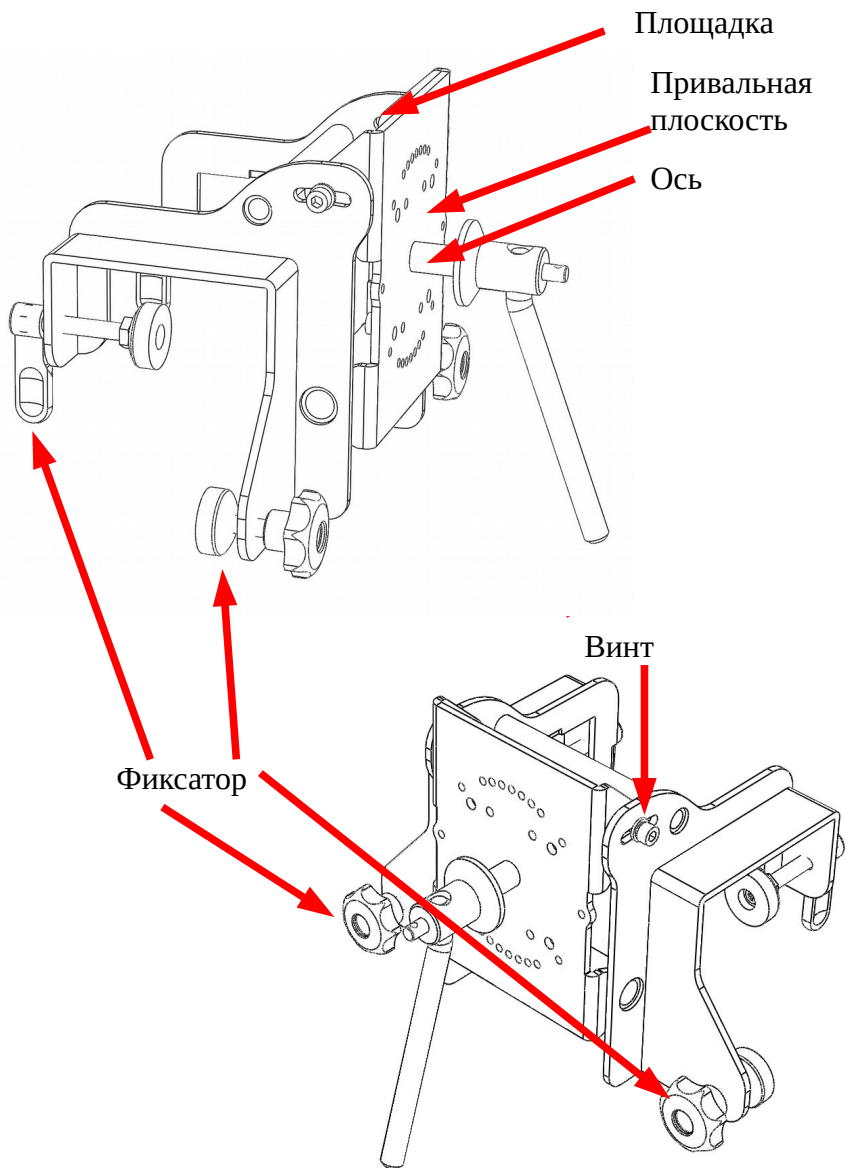
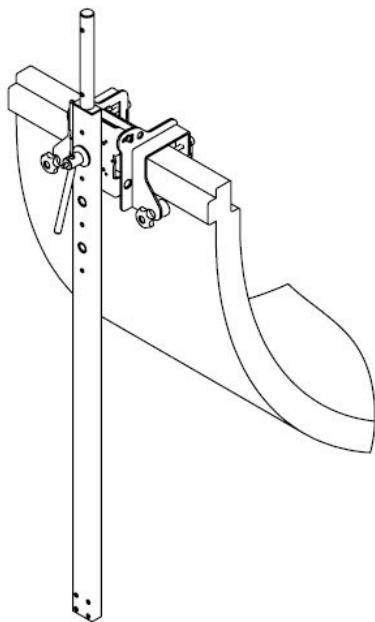

Рисунок 2. Элементы набора
Рисунок 4. Установленный набор на борту с закрепленной штангой
Для установки необходимо (см. Рисунок 2-Рисунок 4):
- 4) ослабить два винта крепления площадки (см. Рисунок 2)